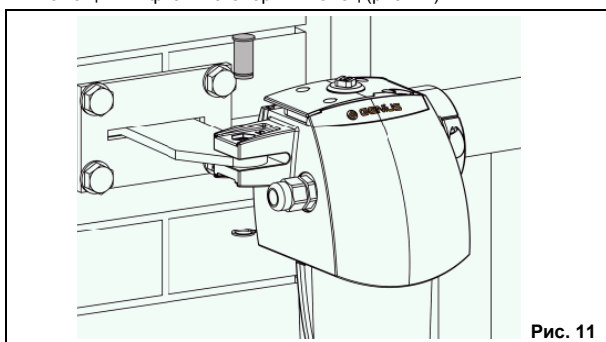

Рис. 11
2. Привод крепят к установленному заднему кронштейну при помощи штифтов и стопорных колец (рис. 11).